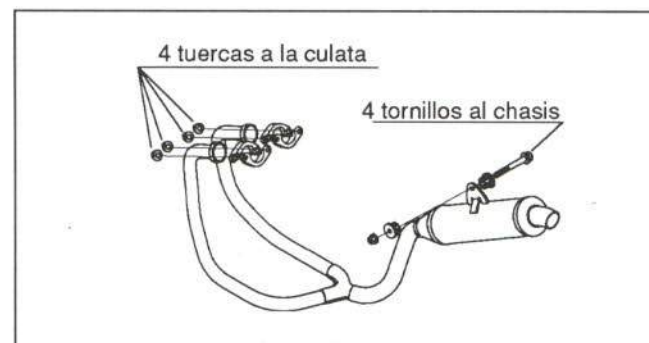

Figura 36.- Fijación del tubo de escape
En la figura 36 se muestra su fijación
- Tubo de escape (figura 36)